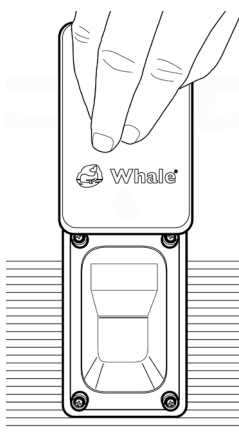

Abbildung 4.
- (Abbildung 4.) Alle Anschlussabdeckungen müssen geschlossen sein, wenn sie nicht in Gebrauch sind. Bitte beachten Sie, dass bei ungünstigen Witterungsbedingungen wie z.B. Schnee, Frost oder bei starkem Regen die Gefahr von Stromschlägen bestehen kann.